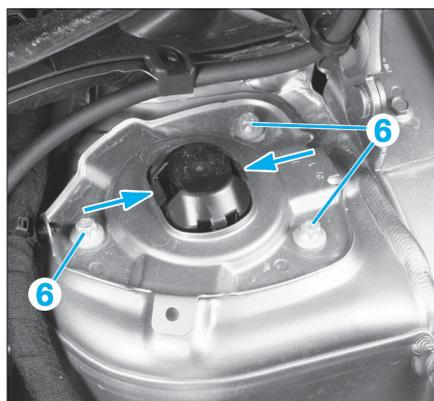

FIG. 10
- Déposer les fixations supérieures (6) (Fig.10) :